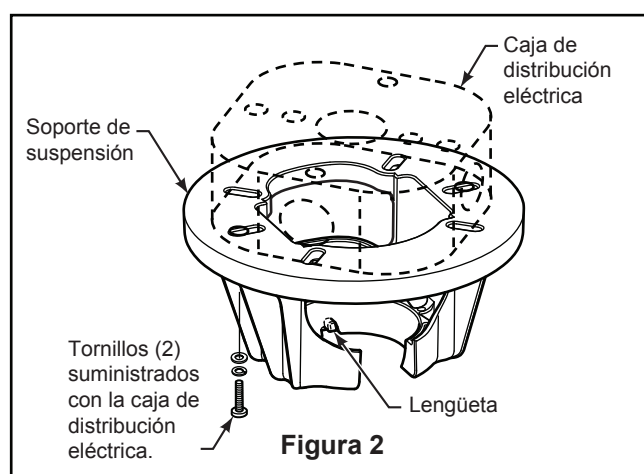
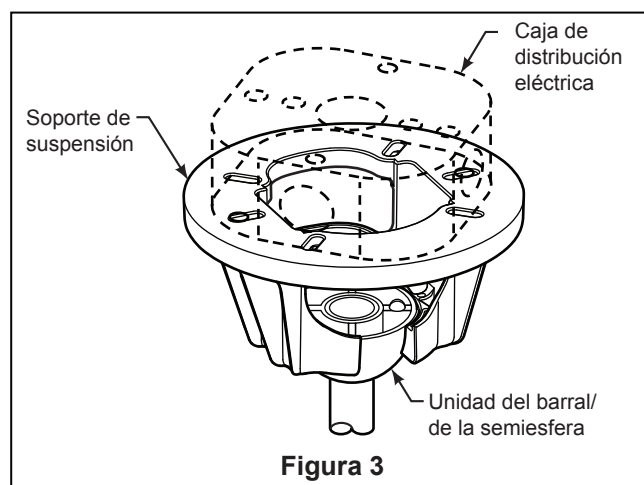

Figura 2
Figura 3
Uso del soporte (Figura 3)
- ☐ 4. Afloje los dos tornillos de fijación del soporte del barral. Alinee los orificios del pasador en el barral con los orificios del soporte del mismo. Coloque el pasador y asegúrelo con el pasador de horquilla. (Figura 3) Asegúrese de empujar la pata recta del pasador de horquilla a través del orificio cerca de la punta del pasador hasta que la parte curva del pasador de horquilla se cierre con un clic alrededor del pasador. El pasador de horquilla debe estar instalado correctamente para evitar que el pasador se afloje. Tire del barral para asegurarse de que el pasador está instalado correctamente.
- ☐ 5. Pase los cables a través de la cubierta de unión del motor y el capuchón. Coloque el capuchón sobre el ventilador con el lado abierto apuntando hacia arriba. (Figura 2)
- ☐ 6. Vuelva a colocar la semiesfera (Figura 2) en el barral como se indica a continuación. Pase los tres cables de 80" a través de la semiesfera. Pase el pasador a través de los dos orificios en el barral y alinee la semiesfera de modo que el pasador quede atrapado en la ranura de la parte superior de la misma. Empuje la semiesfera hacia arriba, bien ajustada contra el pasador. Ajuste firmemente el tornillo de fijación de la semiesfera. Si el tornillo está flojo, podría provocar oscilación del ventilador.
- ☐ 7. Mientras empuja la semiesfera hacia arriba, ajuste bien los dos tornillos de fijación de 3/16-24 x 3/8" del soporte de barral. (Figura 3)
- ☐ 1. Fije bien el soporte de suspensión a la caja de distribución con los tornillos y las arandelas suministrados con la misma. (Figura 2)
NOTA: Se deben pasar los tornillos de la caja de distribución eléctrica a través de los orificios que se encuentran en el soporte de suspensión. (Figura 2)
- ☐ 3. Con cuidado, levante el ventilador y apoye la unidad del barral/de la semiesfera en el soporte de suspensión que acaba de fijar a la caja de distribución eléctrica. (Figura 3) Asegúrese de que la ranura en la semiesfera esté alineada con el reborde del soporte de suspensión. (Figura 2)
- ☐ 9. Instale el llavero de ventilador y acoplador de cadena de tirada. (Figura 3)